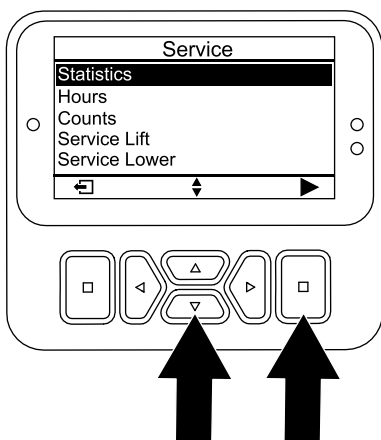

Bild 96
5. Drücken Sie auf dem Bildschirm SERVICE die Taste „nach unten“, bis die Option STATISTICS [Statistik] ausgewählt ist, und drücken Sie dann die Auswahl-taste (Bild 96).